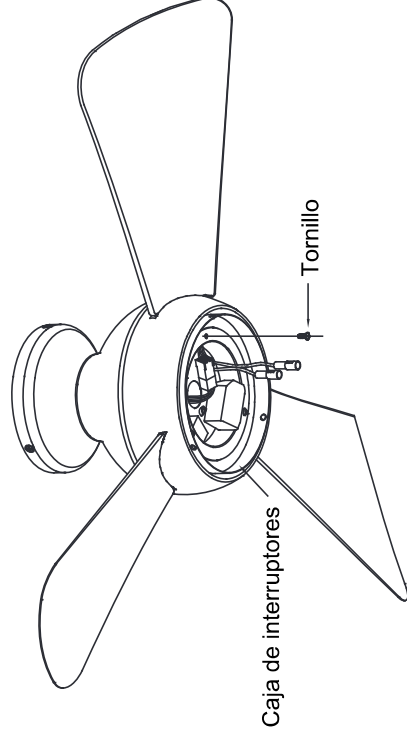

Fig. 14
Paso 4. Retire uno de los tres tornillos de la caja de interruptores. Afloje levemente los otros dos tornillos (**Fig. 14**).